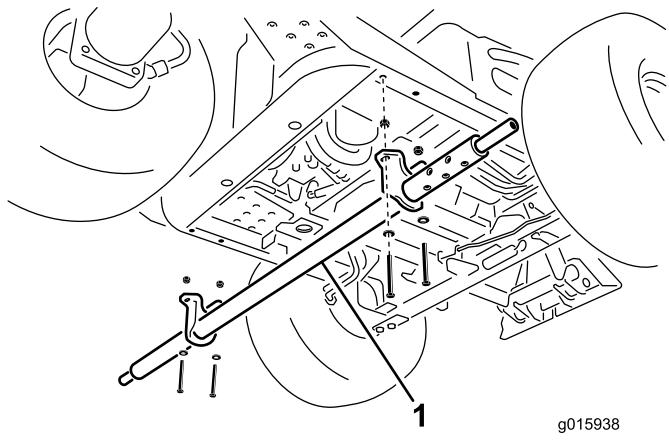

Bild 4
2. Befestigen Sie die Befestigungshalterungen des Querrohrs mit vier Schrauben (3/8" x 3"), Flachscheiben und Sicherungsmuttern (3/8") an den Rahmenrohren (Bild 4).
1. Schieben Sie das Querrohr von der linken Seite unter die Maschine und fluchten Sie die Löcher der Befestigungshalterung mit den Löchern in jedem Rahmenrohr aus (Bild 4).